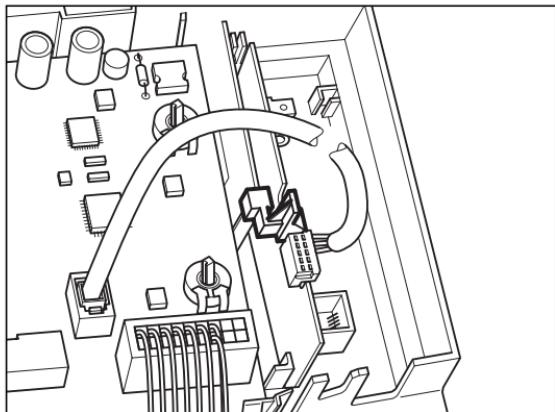

Fig. 4.3 Stabilisation de la platine avec le clip 1
- Faites coulisser la platine (1) avec le clip dans l'évidement (2) de la boîte de commande.
- Raccordez le câble du bus (3) avec le connecteur peigne (4) sur la plaquette du vrnetDIALOG.
- Branchez les autres bornes de raccordement du câble de bus sur la prise (5) sur la plaquette de l'appareil de chauffage.
- Montez la plaquette de circuit imprimé selon la fig. 4.3 à 4.5 dans la boîte de commande.